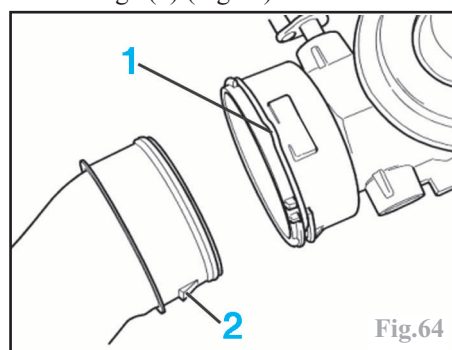

Fig.64
Débrancher les conduits attenants au turbo, après avoir déposé leur agrafe de verrouillage (**1**) (Fig.64).
- s'assurer à la fois du bon positionnement, repéré par les ergots (**2**), et du bon verrouillage des conduits d'air de suralimentation (Fig.64).